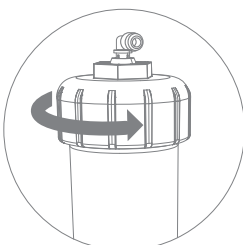
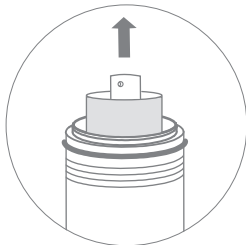

Рис. 20
Рис. 21
4. Открутите крышку корпуса (рис. 20), извлеките отработанную мембрану (рис. 21).